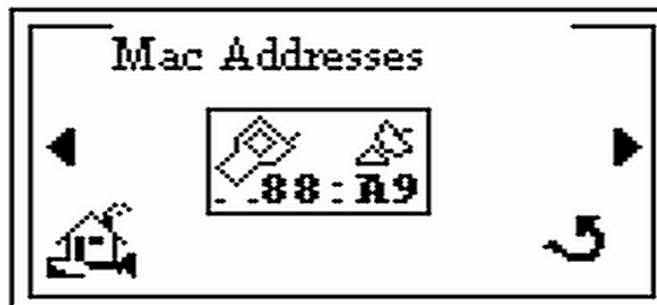

Figura 2-31 Schermata MAC Addresses (Indirizzi MAC)
6. Premere ► per visualizzare la schermata *Mac Addresses* (Indirizzi MAC) (Figura 2-31).
8. Premere **Enter** (Invio) per tornare alla schermata *Mac Addresses* (Indirizzi MAC) (Figura 2-31).